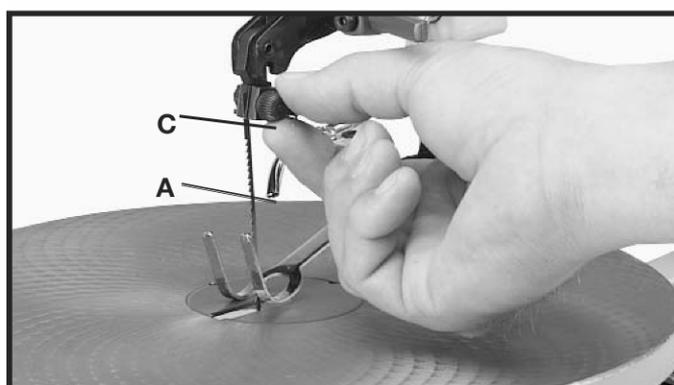

Fig. 28
2. Vire a contraporca de travamento (C) Fig. 28 na direção horária para apertar e, para afrouxar a ação de grampeamento do prendedor da lâmina, vire a contraporca no sentido anti-horário. É necessário apenas um ligeiro movimento da contraporca de travamento.